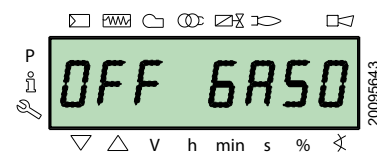

Рис. 42
- для дизельного палива **OFF GASO** (Рис. 42)